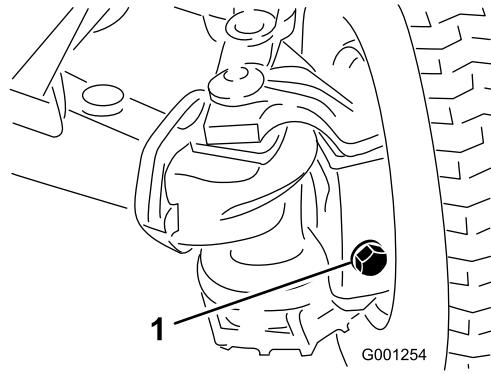

Figura 58
2. Remova o tampão de verificação da estrutura do eixo central e o eixo e os tampões de enchimento/verificação em cada caixa do eixo exterior (Figura 57 e Figura 58).
3. Verifique se há lubrificante até às rosas no fundo de cada orifício do tampão (Figura 57 e Figura 58).
- B. Adicione o lubrificante do eixo traseiro especificado no depósito do eixo até que o lubrificante chegue ao fundo dos orifícios dos tampões de verificação (Figura 57 e Figura 58).
6. Instale o tampão de verificação na estrutura do eixo central e tampões de enchimento/verificação nas duas caixas do eixo exterior (Figura 57 e Figura 58).
1. Tampão de escoamento (3)
8. Aplique o selante de rosas PTFE nas rosas do tampão de enchimento da estrutura do eixo central e nos tampões de enchimento/verificação das caixas do eixo exterior; consulte Figura 57 e Figura 58 em Verificação do lubrificante do eixo traseiro \(página 58\).
9. Instale o tampão de verificação na estrutura do eixo central e os tampões de enchimento/verificação nas duas caixas do eixo exterior; consulte Figura 57 e Figura 58 em Verificação do lubrificante do eixo traseiro \(página 58\).